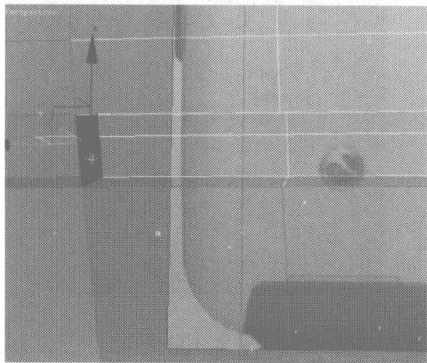
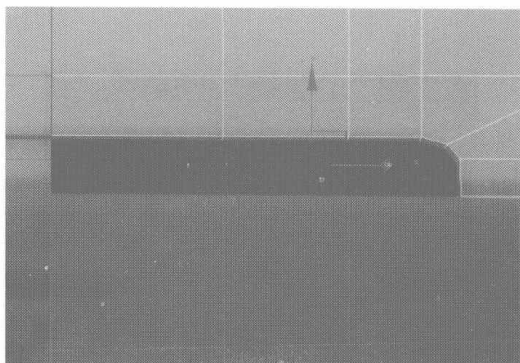

图 4.296
图 4.297
- 05** 选择倒角后的左侧的面，如图 4.296 所示，将其删除。再选择倒角后的面在 Back 视图中进行移动、调整，如图 4.297 所示。